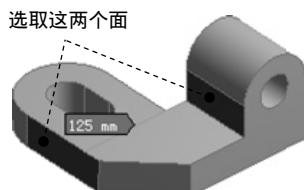
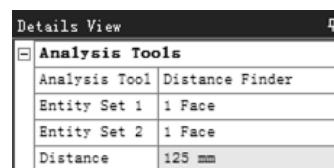

图 3.6.3 选取检测面
图 3.6.4 检测结果
- 步骤 03** 检测距离。在 **Analysis Tool** 下拉列表中选择 **Distance Finder** 选项，选取图 3.6.3 所示的两个实体表面为检测对象，分别单击 **Entity Set 1** 和 **Entity Set 2** 文本框中的 **Apply** 按钮确认，此时在模型和“Details View”对话框中显示测量结果（图 3.6.3 和图 3.6.4）。